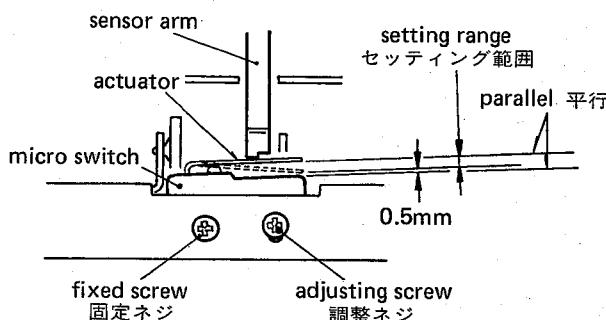

Fig. 4-1
- Adjust mounting position of the two micro switches, cassette-in switch (S581) and record safety switch (S582) (for switch location, refer to fig. 3-3), so that the actuator position is in the setting range shown by fig. 4-1.
- カセットイン・スイッチ (S581), 録音防止スイッチ (S582) 共 (両スイッチ取付個所は図3-3を参照), アクチュエータ位置が図4-1 のセッティング範囲内になるようにスイッチ取付位置を調整する。